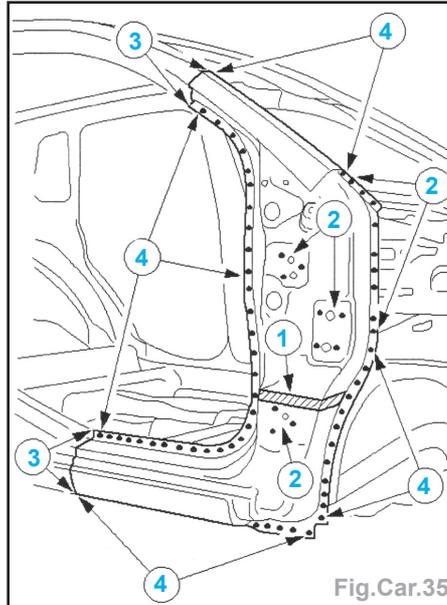

Fig.Car.35
- Appliquer du produit d'étanchéité (1), souder par points (2), par bouchonnage (3) et en cordon continu sous gaz (4) (Fig.Car.35).